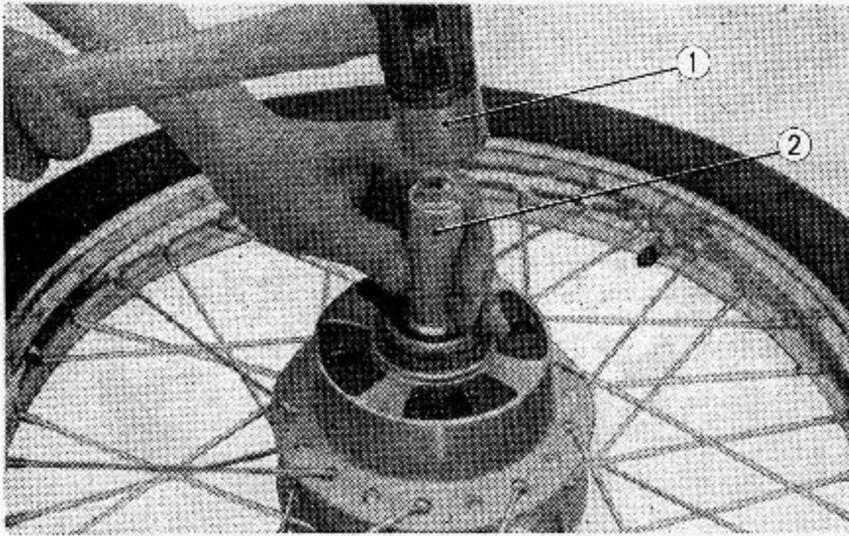

Abb. 4.70 Kugellager einbauen
- ① Ketteneinsteller
- ② 6mm Sechskantmutter
(3) Alter Fett von Radnabe und Lager entfernen und beide Teile neu einfetten. — Nr. 6301R Kugellager, Nr. 26376 Simmerring und Dämpferscheibe einbauen. (Abb. 4.70)